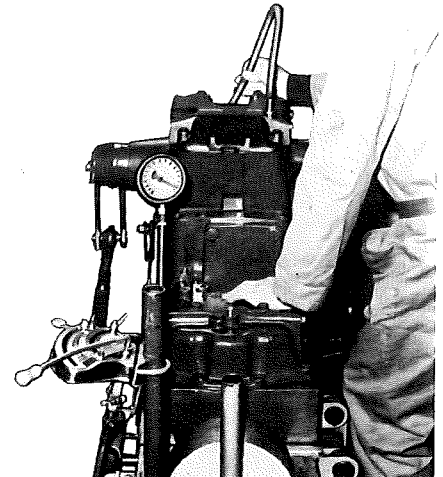

Fig. 202 - Contrôle de la tenue du circuit hydraulique à l'aide du dépressiomètre pour les tracteurs **PANTHER** et **TIGER 100**.
- Fixer l'outil de façon à envoyer l'huile du couvercle directement à l'intérieur de la S.A.C. (fig. 202).